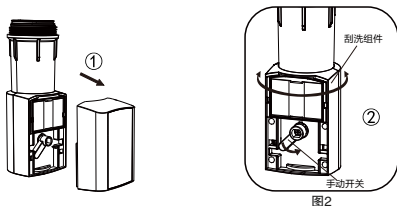

图2
2 安装示意图2
- ◆ 将密封垫片放入六角螺母内, 与6分活接底部贴平; (图2)
(2)按图中箭头方向打开手动开关，进行冲洗。冲洗的同时按图中箭头方向旋转底部的刮洗组件3-4圈。(图2)
- ◆ 如图所示，按①②③④⑤步骤，取下球阀自动控制器，打开手动开关，排出滤瓶内的余水。用专用扳手按图中箭头方向拧开滤瓶，取出滤芯组件及刮洗组件。